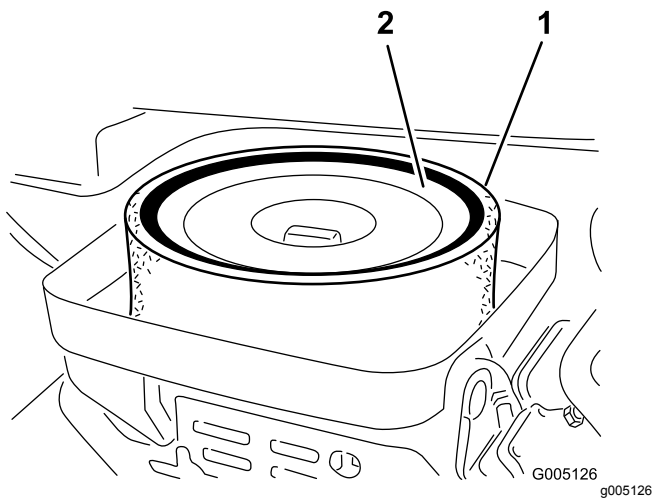

図 32
3. エレメントをエアクリーナに固定している蝶ナットを外す 図 32。
4. スポンジ 図 32を点検し、汚れていればペーパーエレメントから外す。以下の要領で丁寧に清掃してください